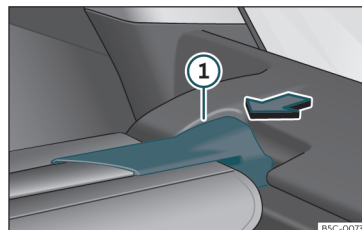

Fig. 119 En el maletero: desmontar la bandeja.
- Presione el soporte de la bandeja >>> **fig. 119** ① en el sentido de la flecha.
- Encaje el soporte de la bandeja >>> **fig. 119** ① en el alojamiento del otro lado.